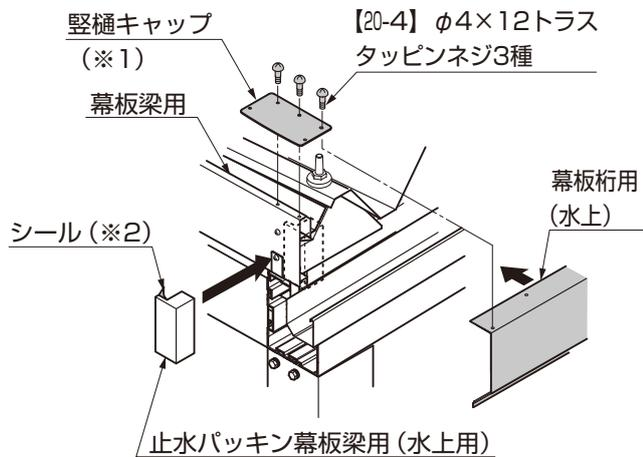

図17-2 A部詳細図
- ②幕板桁用の水上側と水下側に、止水パッキン幕板梁用(水上用)(水下用)の裏面のシール(※2)をはがしてそれぞれ、貼付けてください。(図17-2参照)
- ③幕板桁用(水上)を縦樋キャップに【20-4】で取付けてください。(図17-2参照)